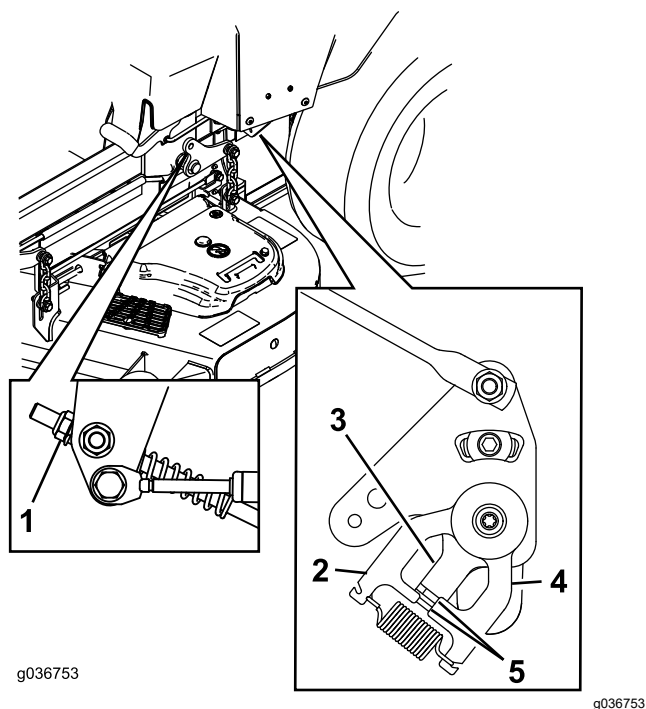

Figure 104
11. Réglez la longueur des tiges de pompes en tournant l'écrou dans le sens voulu jusqu'à ce que les roues tournent légèrement en marche arrière (**Figure 104**).